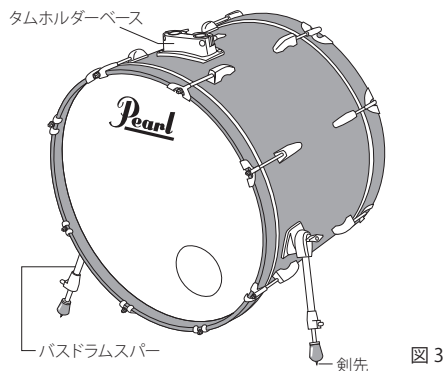

図3
4. タムホルダーベースが上になるよう、バスドラムをおき、左右のバスドラムスパーを出します。左右のスパーが同じ長さになるようにし、必要に応じて剣先を出して下さい(図3)。